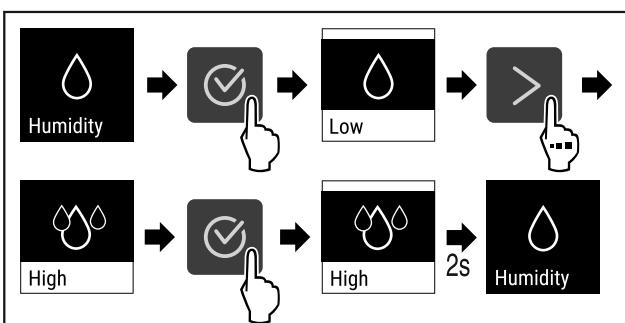

Fig. 75
- Kryeni hapat e veprimit (shihni Fig. 75).